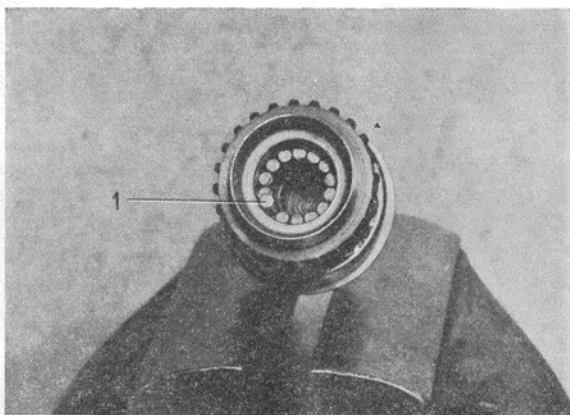

Bild 14.
2. Gör ren nållagrets rullar noggrant. Smörj in lagerbanan och lägg dit de 14 rullarna. Den sista rullen (1 bild 14) stickes ned i sitt läge uppifrån.
3. Montera låsringen (6) (gäller ej växellåda typ H 4—H 6).